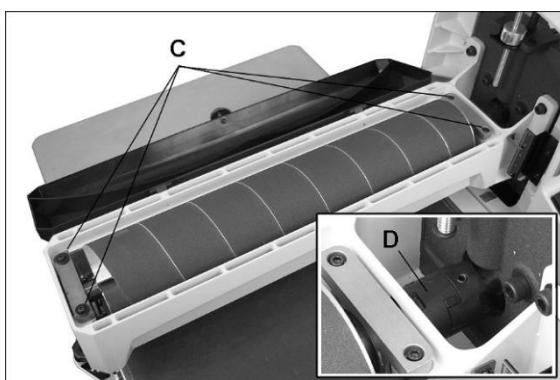

Abb. 10-2: Ausbau der Trommel
Die Trommel muss unter normalen Umständen nicht aus der Maschine ausgebaut werden. Sollte dennoch einmal eine Wartung erforderlich werden, ist die Trommel für einfache Aus- und Wiedereinbau konstruiert. Die vier Innensechskantschrauben entfernen (C, Abb. 10-2). Die Trommel samt Kupplung (D) vorsichtig herausheben.